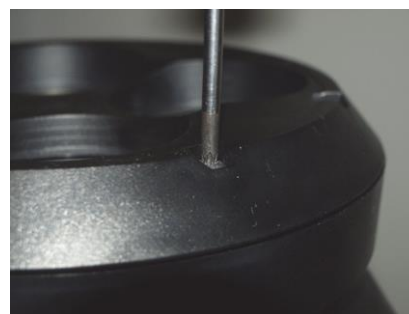

Рисунок 4
7. См. рисунок 4. Закрепить модуль, затянув четыре винта на передней его части.